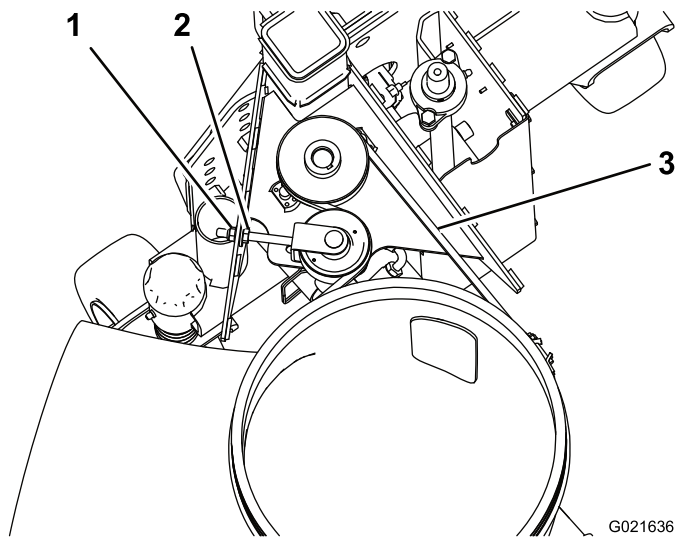

Figura 28
1. Verifique a tensão pressionando a correia no centro do curso mais comprido com uma força de 30 Nm (Figura 28). A correia deverá flectir-se 4,8 mm. Se a deflexão for incorrecta prossiga para o passo seguinte. Se estiver correcta, continue a operação.
2. Para aumentar a tensão da correia, desaperte a porca hexagonal e aperte a porca flangeada até obter a tensão desejada da correia (Figura 28). Não aplique demasiada tensão.